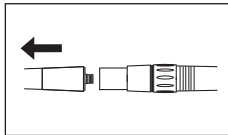

Fig. 16
- 5 Retirez la pièce à main du raccord ou du tuyau (Fig. 16).